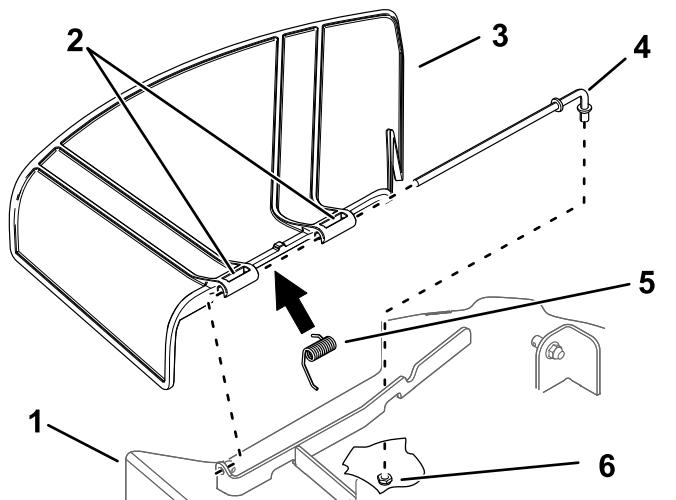

Figure 75
2. Sortez la tige de la courte cheville de positionnement, du ressort et du déflecteur d'herbe (Figure 75).
4. Remettez en place le déflecteur d'herbe (Figure 75).
7. Insérez la tige dans le deuxième support du déflecteur d'herbe (Figure 75).
9. Fixez l'extrémité arrière de la tige dans le plateau de coupe à l'aide d'un écrou (3/8"), comme montré à la Figure 75.
1. Retirez l'écrou (3/8") de la tige, sous le plateau de coupe (Figure 75).